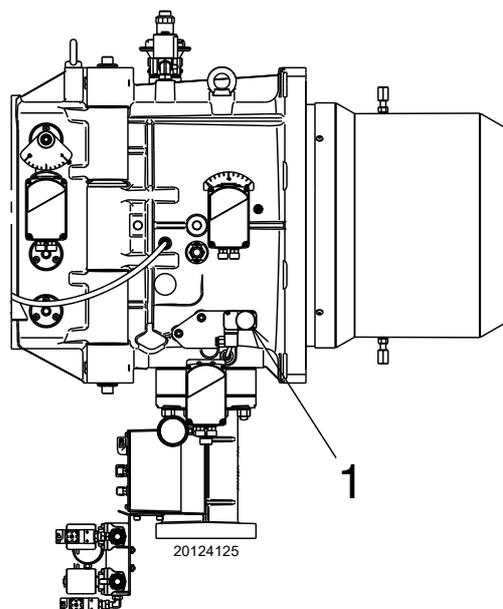

Abb. 29
Gasdruck, an der Entnahmestelle 1)(Abb. 29) gemessen mit:
Strömungsverlust Gasdrossel 2)(Abb. 29) bei maximaler Öffnung: 90° leicht in Richtung Ölstantrieb.
- Ziehen Sie vom Gasdruck am Anschluss 1)(Abb. 29) den Druck in der Brennkammer ab.
Um stattdessen den an der Entnahmestelle 1) notwendigen Gasdruck zu ermitteln (Abb. 29), nachdem die höchste Modulationsleistung festgelegt wurde, bei der der Brenner arbeiten soll:
- Lesen Sie rechts, in Spalte 1, den Druck an der Entnahmestelle 1)(Abb. 29) ab.
An der Entnahmestelle 1)(Abb. 29) erforderlicher Druck.